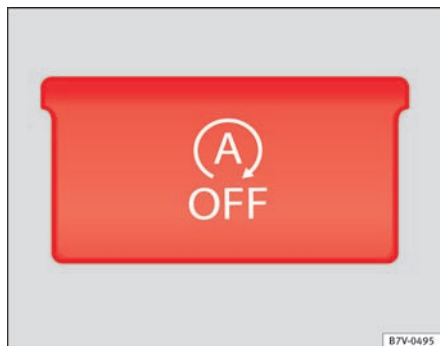

Fig. 138 Billede af midterkonsollen: knap til start-stop-funktion
- Tryk på knappen  i midterkonsollen ⇒ Fig. 138.